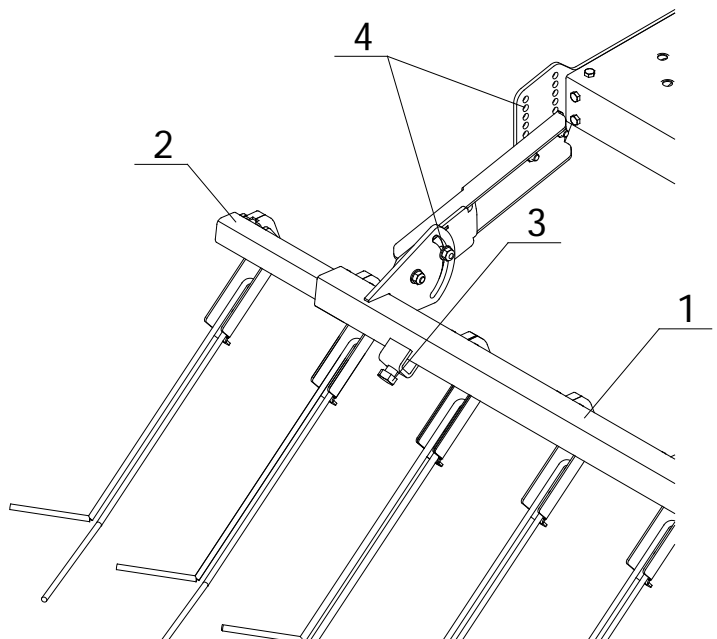

Abb.17 Exaktstriegel
Der Exaktstriegel (1) (Abb.17) dient zum gleichmäßigen Überschütten des Saatguts, welches in den Rillen, die durch die Scheibenschare erzeugt werden, abgelegt wird, sowie zur abschließenden Glättung des Bodens nach der Durchfahrt der Sämaschine. Der Arbeitsbereich des Exaktstriegels umfasst die gesamte Arbeitsbreite der Maschine. Er besitzt eine Verlängerung (2) zur Glättung der Spuren der vorherigen Durchfahrt. Um die Breite der Maschine beim Transport bis zu 3m zu reduzieren, muss die Verlängerung (2) in den Striegelbalken (1) eingeschoben und mit einer Schraube (3) gesichert werden. Die Position des Exaktstriegels wird auf den Löchern (4) eingestellt. Dadurch dass die einzelnen Zinken des Striegels nach hinten ausschwenken können, ist er gegen das Verstopfen durch Ernte- und Unkrautreste unempfindlich. Der Druck des Exaktstriegels muss so feingetunt werden, damit die Zinken während der Durchfahrt das Saatgut nicht aus der Rille herauskratzen.